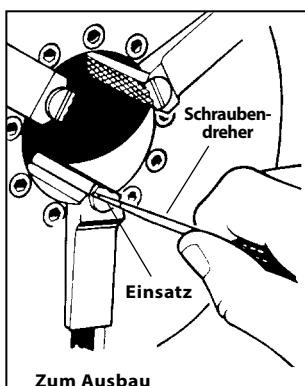

Abbildung 33 – Austausch der Backeneinsätze
1. Setzen Sie die Klinge eines Schraubendrehers in den Schlitz des Einsatzes und drehen Sie den Einsatz um 90 Grad in eine Richtung. Entfernen Sie den Einsatz (*Abbildung 33*).
2. Platzieren Sie den Einsatz seitlich auf dem Sperrstift und drücken Sie ihn soweit wie möglich nach unten (*Abbildung 33*).